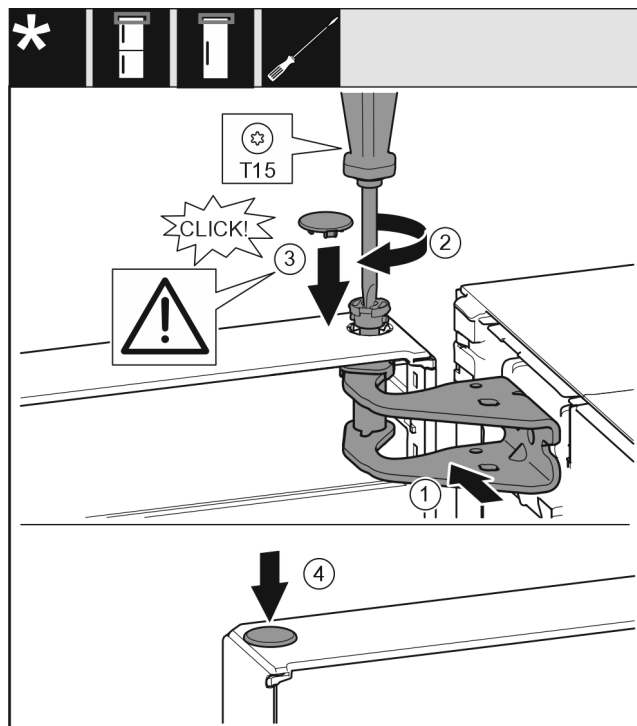

Fig. 22
- ▶ Dveře nahoře vyrovnejte s otvorem ve stojanu ložiska. Fig. 22 (1)
- ▶ Vložte čep a pevně jej utáhněte šroubovákem T15. Fig. 22 (2)
- ▶ K zajištění dveří namontujte bezpečnostní kryt: Bezpečnostní kryt nasadte a zkontrolujte, zda přiléhá na dveře. V opačném případě čep zcela zasuňte. Fig. 22 (3)
- ▶ Vložte zátku. Fig. 22 (4)